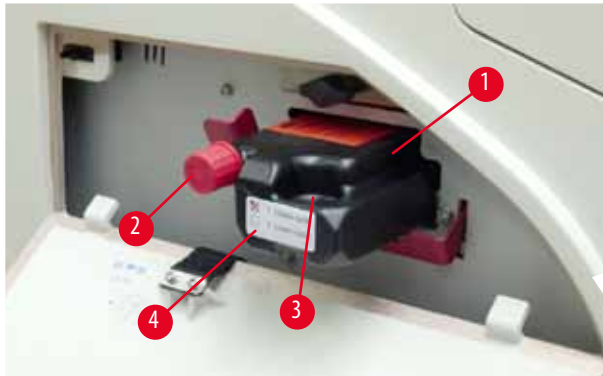

Рис. 54
3. Снимите защитную пленку и вставьте картридж с чернилами примерно до половины в гнездо (→ "Рис. 54").